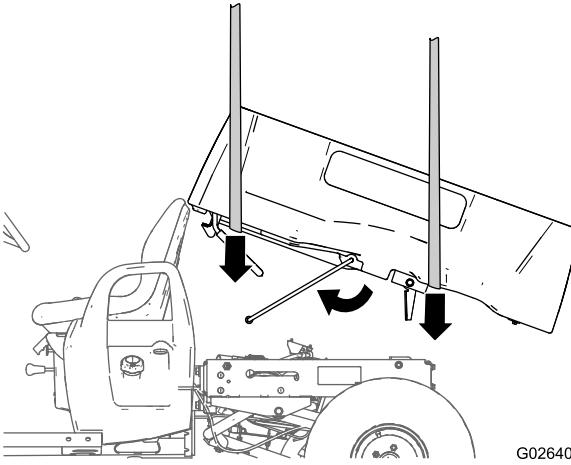

Bild 17
2. Befestigen Sie Hebegeräte vorne und hinten an der Staubox und heben Sie sie an; fluchten Sie sie über dem Rahmen der Maschine so aus, dass die Schwenkhalterung hinten ist (Bild 17)
4. Stellen Sie die Höhe und Position der Hebegeräte so ein, dass das kurze Ende der Stützstange mit dem Schlüsselloch am Ende des Stützstangenschlitzes im linken Rahmenkanal oder der Stützstangenhalterung ausgefluchtet ist (Bild 17).
5. Drehen Sie die Stützstange nach vorne und stecken Sie das kurze Ende der Stange durch das Schlüsselloch (Bild 17 und Bild 18).